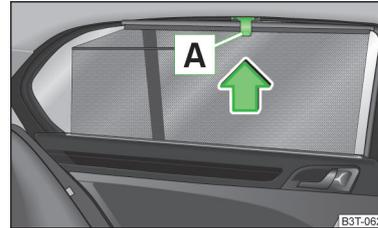

Abb. 43
- Das Sonnenschutzrollo am Griff **A** » Abb. 43 herausziehen und in den Halter an der Türoberkante einhängen.
- Das Sonnenschutzrollo am Griff **A** » Abb. 43 herausnehmen und so halten, dass dieses langsam und ohne Beschädigung einrollen kann.